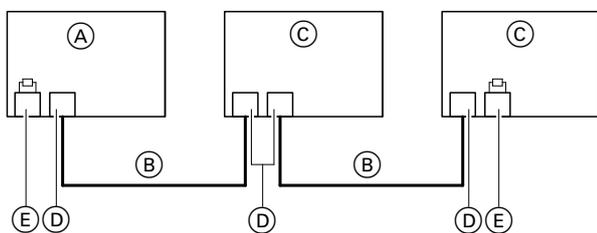

Abb. 45
- Der CAN-BUS der Geräte ist für die BUS-Topologie „Linie“ mit beidseitigem Abschlusswiderstand (Terminierung) ausgelegt: Siehe Abb. 45.